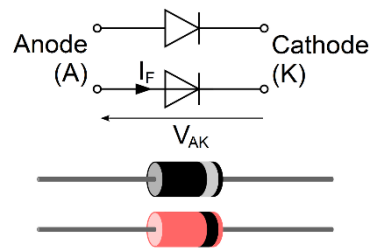

Figure 3 : Symbole et forme d'une diode.
- La diode (symbole et forme fig. 3) est un composant à base de semi-conducteur, c.-à.-d. qu'elle ne conduira le courant I_F que sous certaines conditions : La différence de potentiel V_{AK} aux bornes de la diode doit être supérieur à une tension V_S dite tension de seuil :
Sinon, vous pouvez identifier la cathode de la diode directement sur le composant par la bague (noir ou blanche) qui se trouve à l'extrémité du composant Fig. 3.